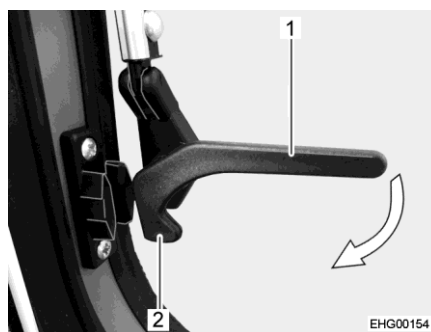

Bild 38 Verriegelungshebel, seitlich (Stellung "geöffnet")
- Die seitlichen Verriegelungshebel (Bild 38,1) eine viertel Umdrehung zum Fensterrahmen hin drehen, bis die Verriegelungsnase (Bild 38,2) einrastet.